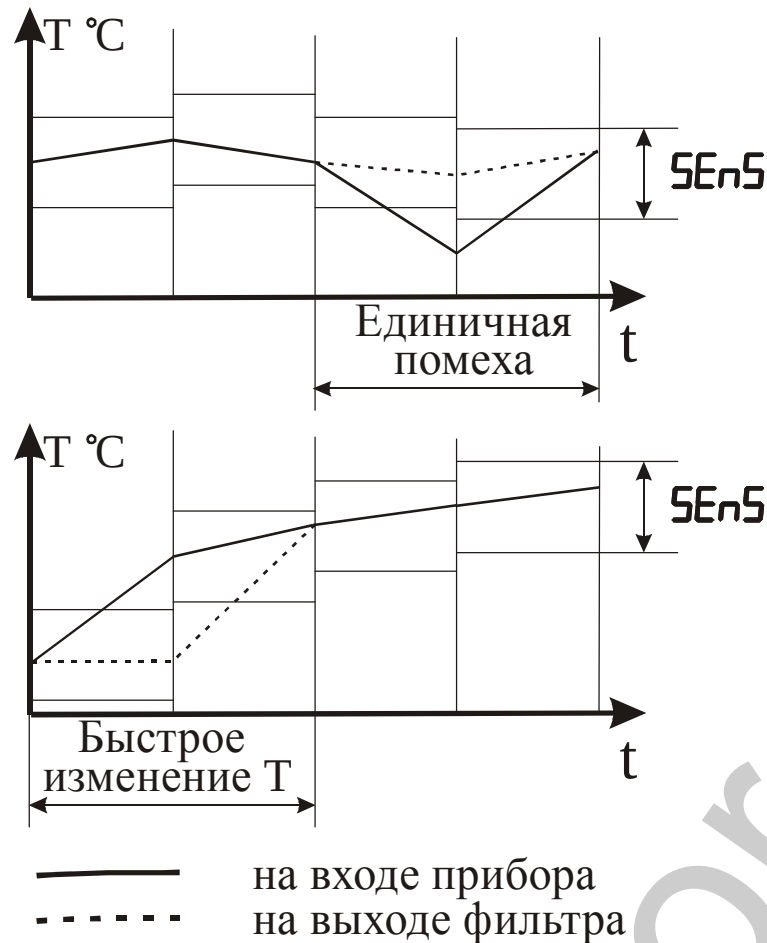

Рисунок 3.7 – Работа фильтра при воздействии случайной помехи и быстром изменении сигнала
3.3.2.7 С целью уменьшения влияния случайных импульсных помех на показания в прибор введена цифровая фильтрация. Работа фильтра описывается параметром “Полоса фильтра”. Если текущее значение температуры отличается от результатов предыдущего измерения на значение, которое превышает указанное в параметре “Полоса фильтра”, то проводится повторное измерение температуры, а на индикаторе остается старое значение (см. рисунок 3.7). О повторном измерении свидетельствует мигание светодиодного индикатора “К” зеленого свечения.